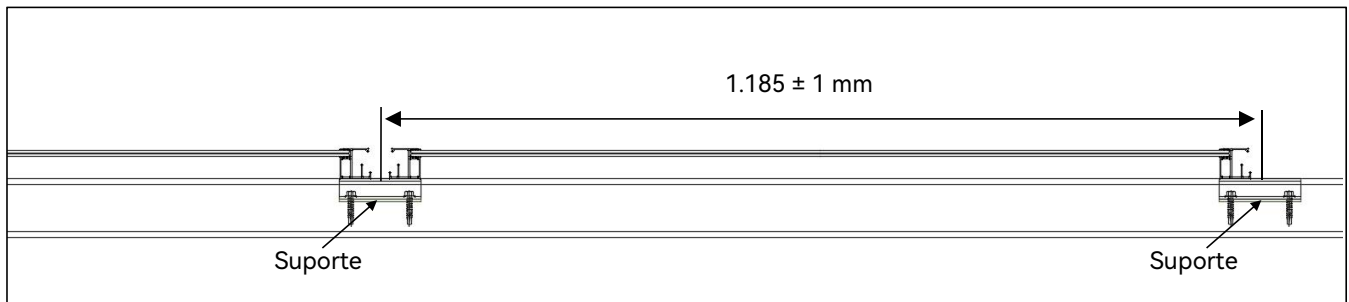

Figura 6
- 22 O posicionamento lateral dos suportes é determinado de acordo com a posição de assentamento do produto, a posição entre os centros dos suportes é apresentada na figura 6.